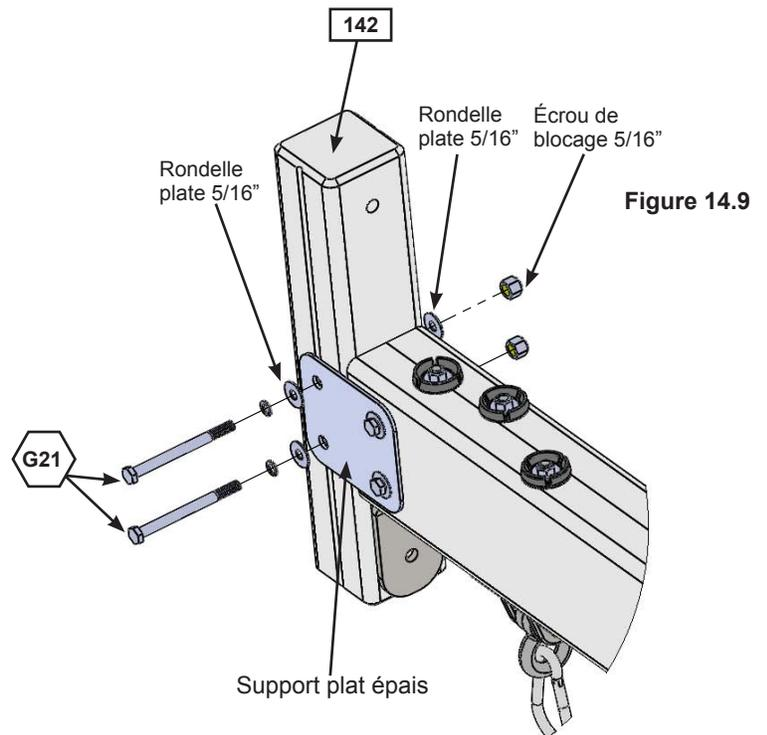

Figure 14.9
G : Fixez le Support de balançoire (142) aux Supports plats épais avec 2 (G21) boulons hexagonaux 5/16 x 3-3/4" (avec 2 rondelles plates et 1 écrou de blocage) (figure 14.9).